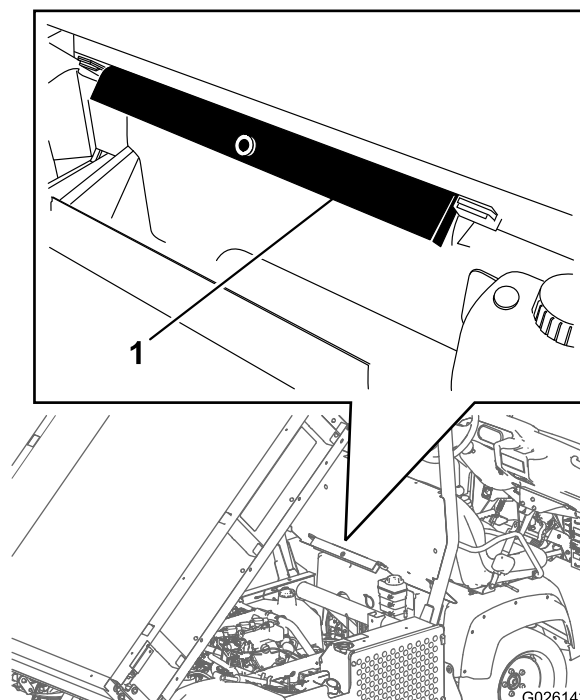

Рисунок 38
2. Выньте опору кузова из кронштейнов для хранения на задней стороне панели конструкции ROPS (Рисунок 38).